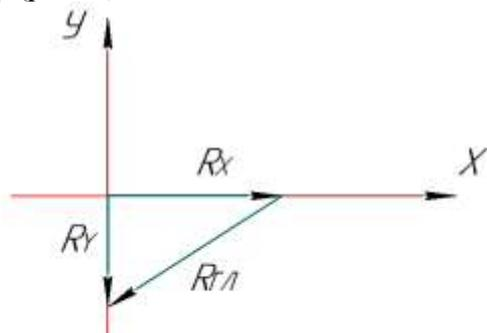

Рисунок 6
5. Получив две проекции сил: R_x и R_y , определите их равнодействующую. Соединив конец вектора R_x и конца вектора R_y , получите общую равнодействующую $R_{ГЛ}$.– главный вектор (рис. 6).